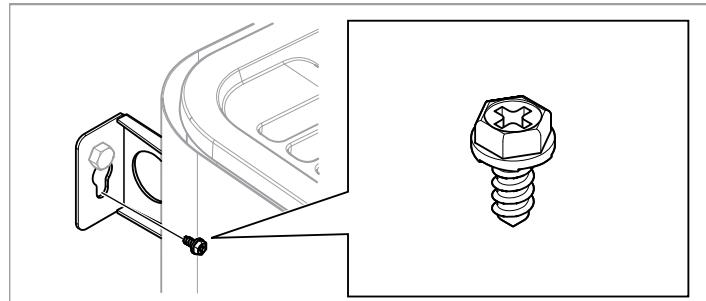

Рисунок 11: Зажимной винт кронштейна
- 9.** Закрепите устройство зажимным винтом см. Рисунок 11.